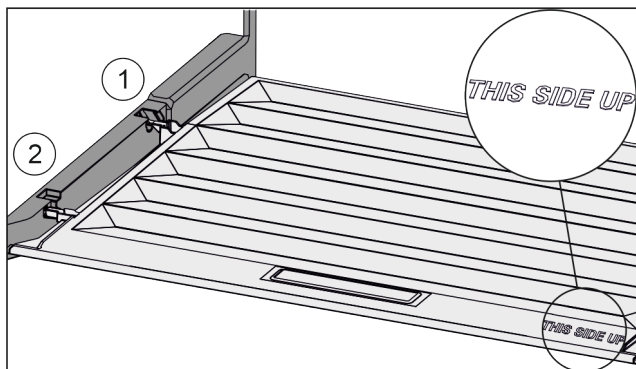

Fig. 94
- ▶ Anbring dækslets tappe over åbningen i den bageste holder Fig. 94 (1), og lad dem gå i indgreb i forreste holder Fig. 94 (2).